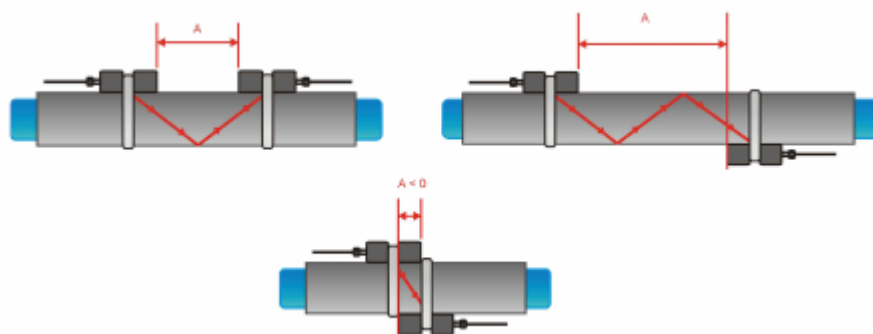

Рисунок 3-1 Способы установки датчиков и измерение расстояний
Наиболее частый способ установки датчиков – Зеркальный режим, также известный как V-режим (см. *Рисунок 3-1*, эскиз (1)). В этом режиме ультразвуковой сигнал дважды проходит через среду (2 прохода). Зеркальный режим – наиболее удобный метод установки, так как расстояние между преобразователями можно легко измерить и датчики можно прекрасно совместить. Этот метод необходимо применять всегда, когда это возможно.
Альтернативный способ установки (см. *Рисунок 3-1*, эскиз (3)) – это Диагональный режим (Z-режим). В этом режиме сигналы проходят через среду однократно. Этот метод часто используется для больших труб, где возможно сильное затухание сигнала.
Возможны вариации Зеркального и Диагонального режимов при увеличении числа проходов через среду. Любое четное количество проходов требует установки датчиков на одной стороне трубы, в то время, как при нечетном количестве проходов датчики надо устанавливать на противоположных сторонах трубы. Обычно для небольших труб применяются такие способы установки датчиков как четырехпроходные (W-режим) или трехпроходные (N-режим) (см. *Рисунок 3-1*, эскиз (2)).
Расстояние между датчиками измеряется между торцами, смотрящими друг на друга, как показано на *Рисунок 3-1*. Оно автоматически рассчитывается расходомером на основании введенных параметров наружного диаметра трубы, толщины стенки трубы, толщины и материала покрытия, среды, рабочей температуры, типа датчиков и выбранного числа проходов сигнала.
На маленьких трубах возможно отрицательное расстояние между датчиками $A < 0$, если выбран диагональный режим (см. *Рисунок 3-1*, эскиз (3)). Отрица-